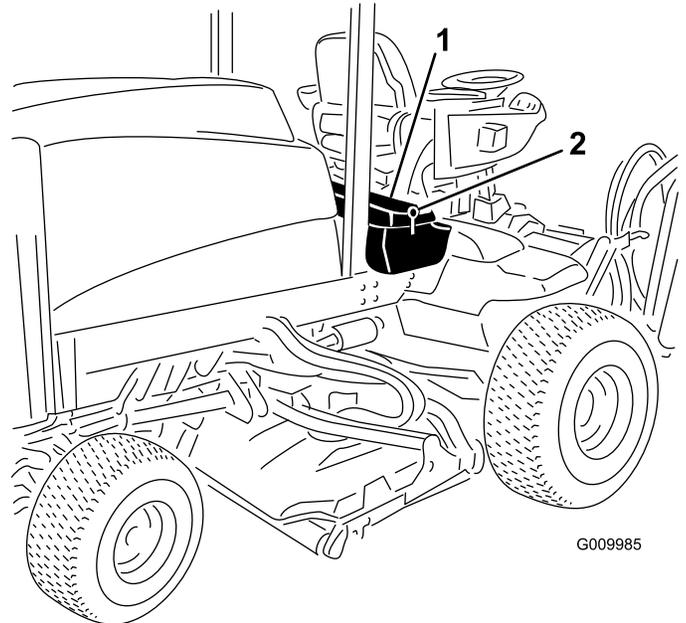

Figura 65
1. Sbloccate e sollevate il pannello comandi dell'operatore (Figura 65).